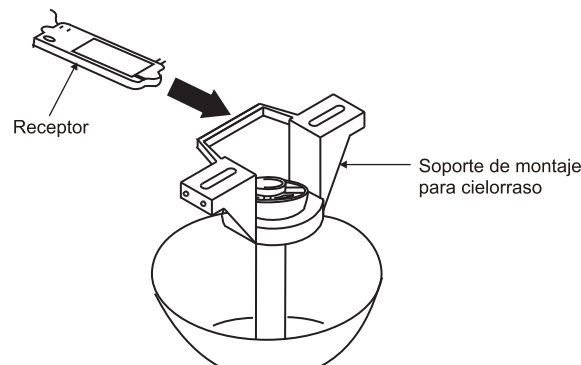

Fig. 13
Paso 1. Inserte el receptor en el soporte de montaje para cielorraso con el lado plano del receptor mirando al techo. **(Fig. 13)** Para un mejor desempeño, asegúrese de que la antena negra, al final del receptor, permanezca extendida y no se enrosque con ningún cable eléctrico.